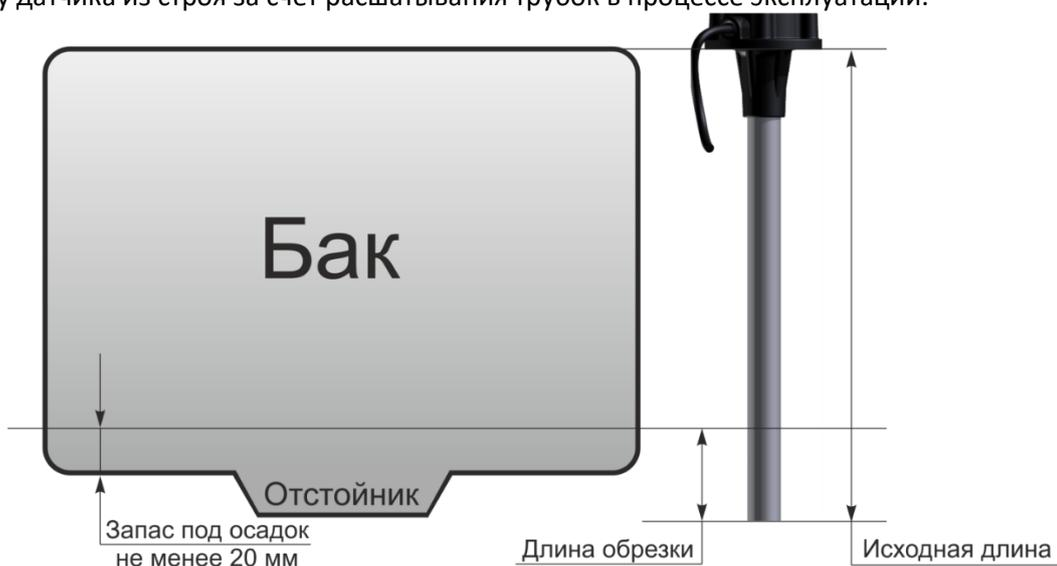

Рисунок 11 – Схема обрезки датчика
- 2. Обрезать датчик до требуемой высоты – см. рис. 11. Ножовкой отпилить алюминиевые трубки по высоте бака, оставив между концом датчика и дном бака не менее 20 мм под скопление воды и грязи. Тщательно вычистить алюминиевые опилки между трубками. Снять с трубок фаски.